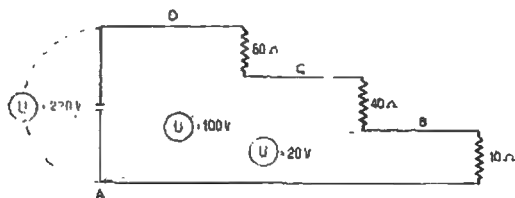

Fig. 33. — Căderea de tensiune într'un circuit electric
19. Căderea de tensiune. Să montăm circuitul arătat în fig. 33 compus dintr'o sursă de curent și trei rezistențe de 60, 40 și 10 Ω , parcurs de un curent având intensitatea de 2 A. Cu ajutorul unui voltmetru să măsurăm tensiunea menținând o clemă a acestuia la borna A a sursei de curent, iar cealaltă clemă o vom muta în diferite puncte ale circuitului prin care trece curentul.